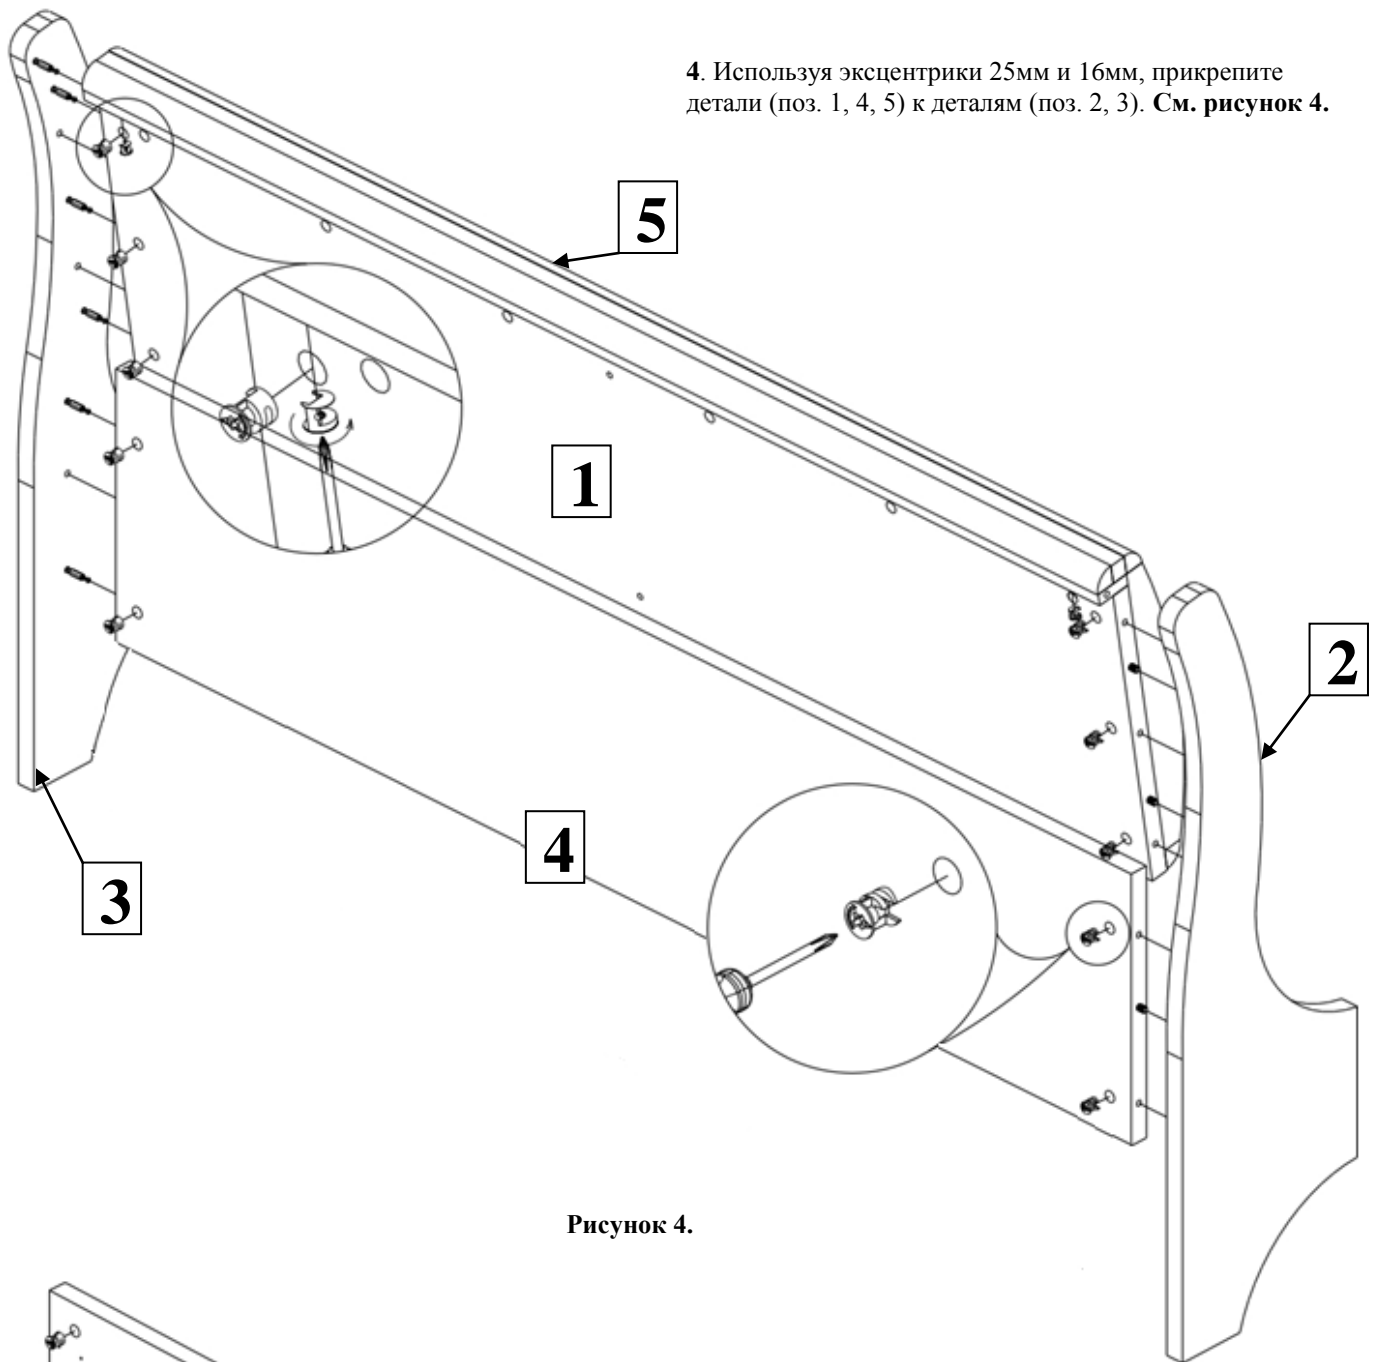

Рисунок 4.
4. Используя эксцентрики 25мм и 16мм, прикрепите детали (поз. 1, 4, 5) к деталям (поз. 2, 3). См. рисунок 4.